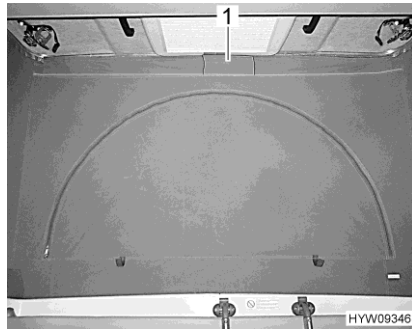

Fig. 52 Ventilación (cerrada)
- Separar el cierre velcro de la ventana de lona (Fig. 52,1) debajo del techo abatible. Atrás de la ventana de lona está instalada una rejilla de malla como protección de insectos.